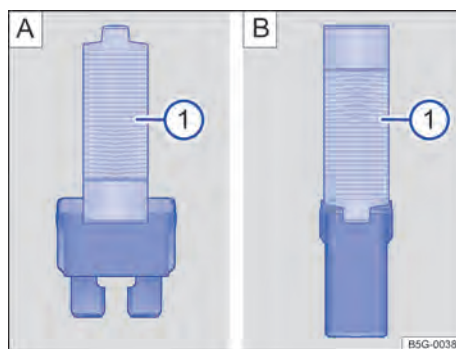

Fig. 207 Retirar ou colocar o fusível com a pinça de plástico: **A**) fusível plano, **B**) fusível de bloqueio.
→ Fig. 207 ① da cobertura da respectiva caixa de fusíveis.
→ Fig. 207 [A] ① ou → Fig. 207 [B] ① lateralmente no fusível.
- Caso o fusível esteja queimado, substituir o fusível por um novo da *mesma* intensidade (mesma cor e inscrição) e do *mesmo* tamanho → ①.